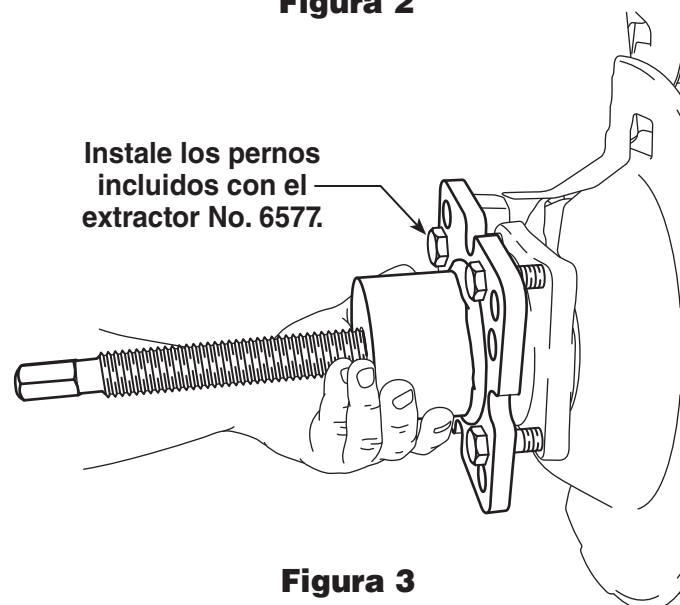

Figura 3
3. Use los cuatro pernos (proporcionados) para conectar el extractor al conjunto del cojinete de la rueda. Consulte la figura 3.